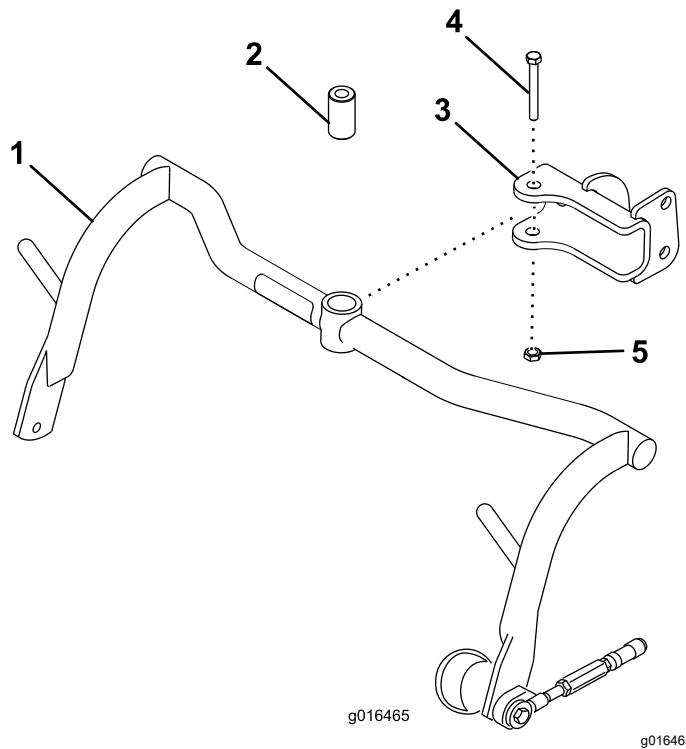

Figure 6
1. Montez un bâti porteur sur chaque chape avec une entretoise, un boulon (½" x 3¼") et un contre-écrou (½") ; voir Figure 6. Serrez à un couple de 91 à 113 N·m.